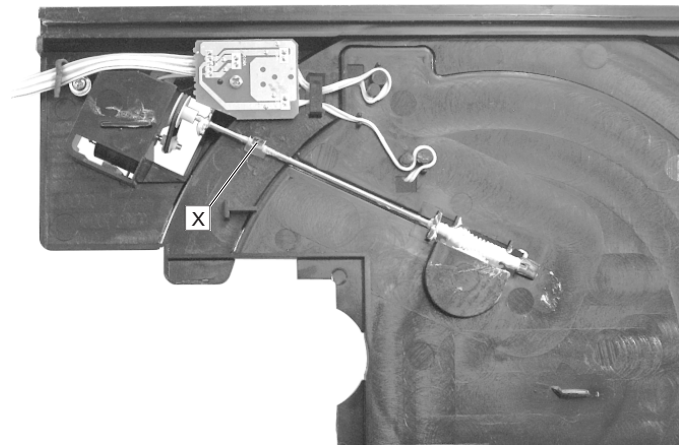

Fig. 29
- Antriebsriemen abnehmen, Rastnase **X** (Fig. 29) ausrasten und Antriebswelle herausnehmen.
- Remove the driving belt, unlock catch **X** (Fig. 29) and take out the Driving Shaft.